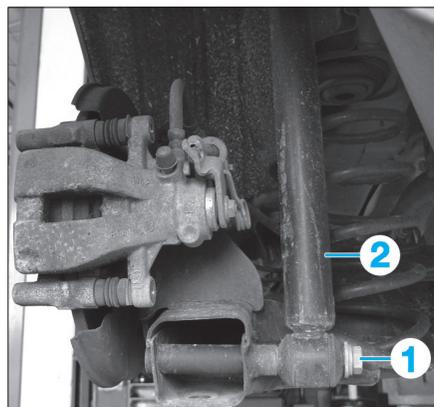

Fig. 23
• Déposer la vis de fixation inférieure (1) de l'amortisseur (2) (Fig.23).
- l'amortisseur (2) en le tirant par le bas (Fig.23),